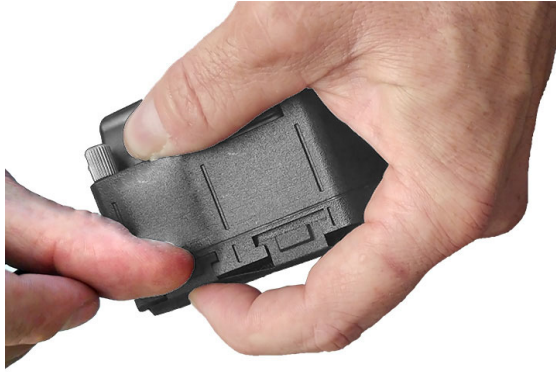

Abbildung 3-3 Entfernen des Dichtungsschutzes
1. Drücken Sie den Dichtungsschutz mit einer Hand auf das Sensorhalterungsgehäuse (siehe Abbildung 3-3 auf Seite 62).